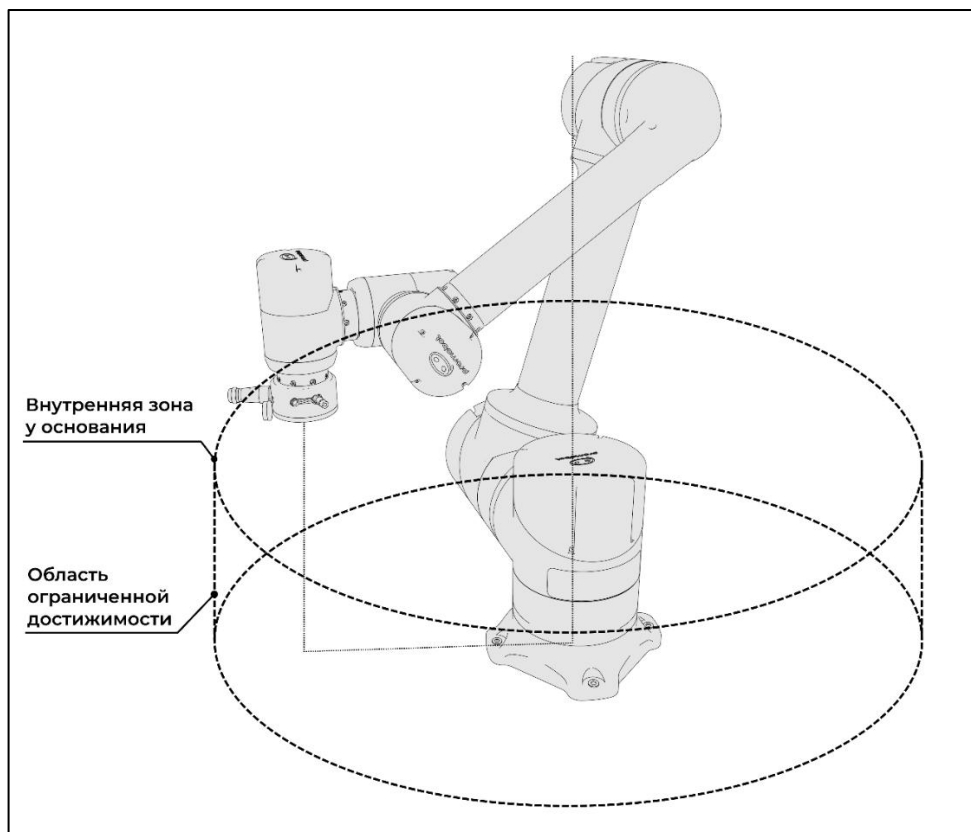

Рисунок I-33 – Сингулярность внутренней зоны у основания
- сингулярность внутренней зоны у основания (см. Рисунок I-33) – возникает при работе вблизи оси основания манипулятора, в том числе при перемещениях непосредственно над или под основанием, когда часть поз и ориентаций становится недостижимой или требует резкого перераспределения движений по суставам;